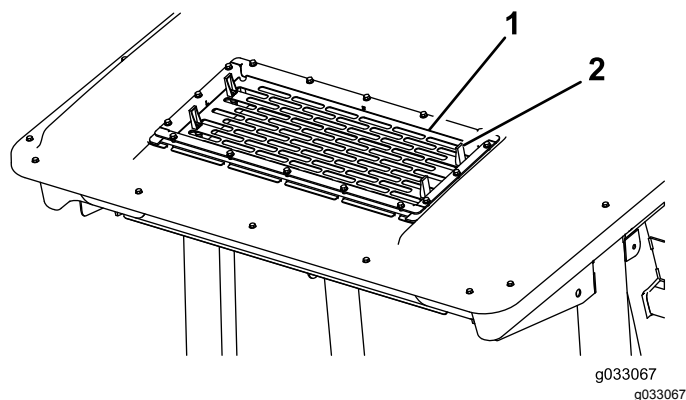

Figure 53
2. Soulevez les 4 languettes sur la grille de climatisation (Figure 53) et déposez la grille du sommet de la cabine.